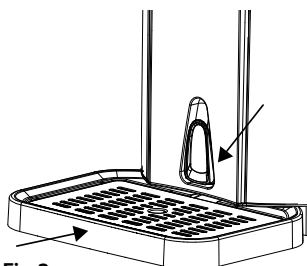

Fig.2
3. Placez l'égouttoir et la grille d'égouttage dans l'encoche correspondante de l'appareil. Assurez-vous que le levier de vidange est fermé (fig. 2) et que le robinet de soutirage se trouve en position fermée.